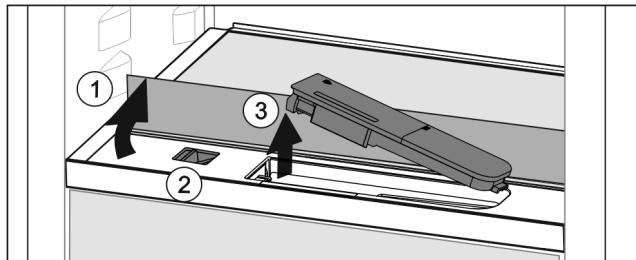

Fig. 41
- Повдигнете стъклената плоча и я завъртете до ограничителя назад Fig. 41 (1).
- Преместете плъзгача Fig. 41 (2) наляво.
- Извадете резервоара за вода Fig. 41 (3).